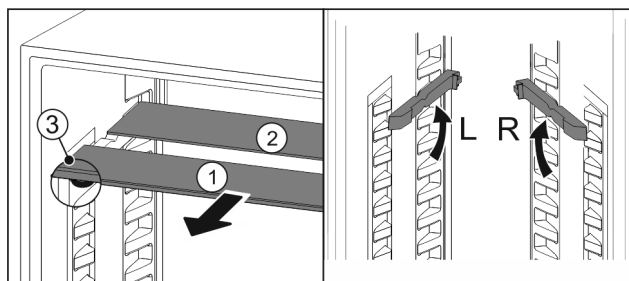

Fig. 76
- ▶ Húzza ki Fig. 76 (1) előre az üveglapokat egyesével.
- ▶ Az üveglap Fig. 76 (1) a díszléccel előre néz.
- ▶ Az ütközők Fig. 76 (3) lefelé mutatnak.